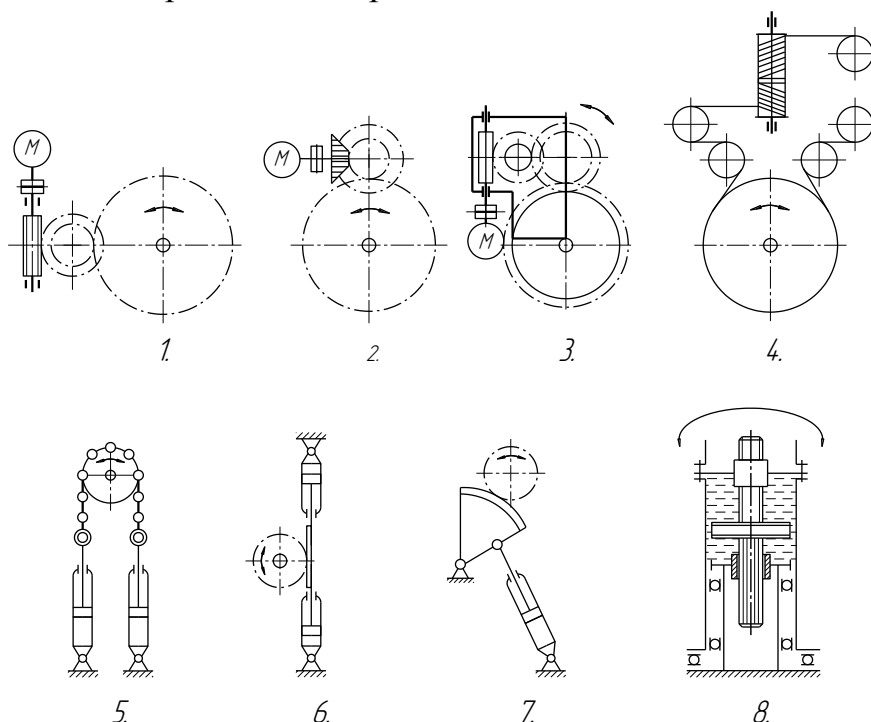

Рисунок 3.4.2 – Схемы поворотных механизмов
3.4.7 Сколько схем (рисунок 3.4.2) можно применить для привода опорно-поворотной части крана на неподвижной колонне?
3.4.8 Сколько схем (рисунок 3.4.2) можно использовать для привода опорно-поворотной части крана с вращающейся колонной?
3.4.9 Сколько схем (рисунок 3.4.2) можно использовать для привода опорно-поворотной части крана на поворотном круге?